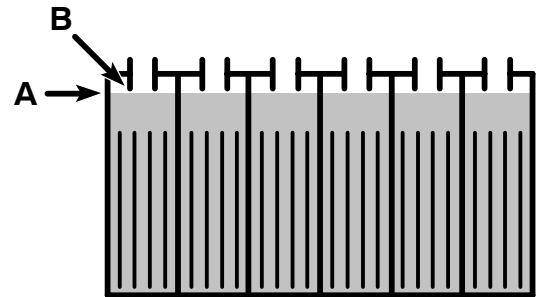

FIG. 40
3. Après la mise en charge des batteries, vérifiez le niveau d'électrolyte (A) dans chaque élément de batterie. Le niveau doit se trouver environ à 1 cm (3/8 in) du bord inférieur de l'orifice de remplissage (B). Ajoutez de l'eau distillée si nécessaire (Figure 40). NE REMPLISSEZ PAS TROP.